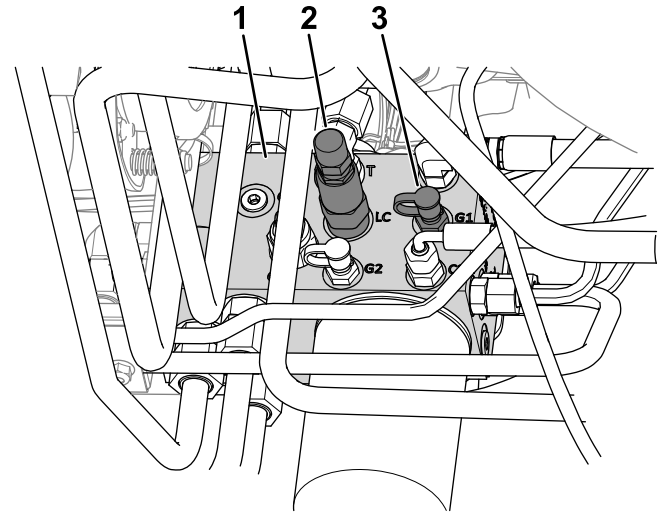

Figura 23
4. Conecte un manómetro al punto de prueba (marcado G1; consulte Figura 23).
2. Válvula de transferencia de peso (LC)
5. En el lateral del distribuidor de elevación, retire el tapón del punto de prueba (marcado G1; consulte Figura 23).
6. Afloje la contratuerca del extremo de la válvula de transferencia de peso (marcado LC; consulte Figura 23).